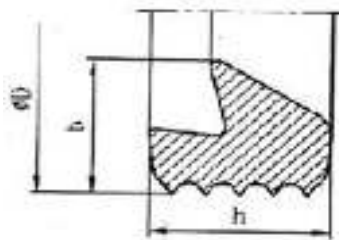

Рисунок 2.
4.4 Вид уплотнительных колец приведены на Рис. 2 и их основные размеры приведены в таблице 6.